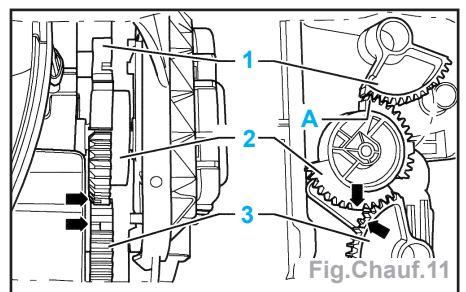

Fig.Chauf.11
- approcher le servomoteur du carter de sorte que la 1^{ère} dent «A» de la roue (2) du servomoteur vienne prendre dans l'espace libre de la 1^{ère} et de la 2^{ème} roue dentée du segment (1) du volet d'air frais (Fig.Chauf.11).